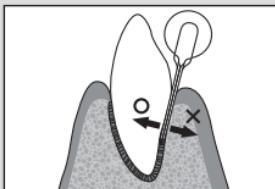

Fig. 4
Points à prendre en considération : Comme la résorption osseuse se produit facilement du côté labial, la prudence s'impose lors du déplacement de la pointe de l'insert afin de ne pas endommager l'os alvéolaire (Fig. 4). Une attention particulière devrait également être accordée à la dent existante.
- Afin d'éviter d'endommager l'os alvéolaire, déplacez dans la mesure du possible la pointe de l'insert le long de la dent (Fig. 4).